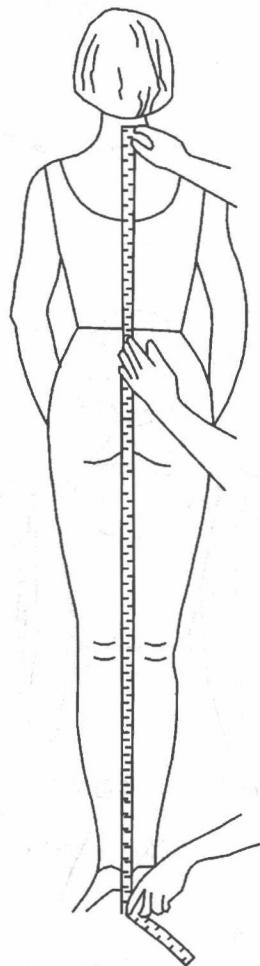

图 1-15 人体全身长测量
(13) 总身长 从后颈点向下垂放皮尺，在腰围处轻轻按住，量到脚底，如图 1-15 所示。